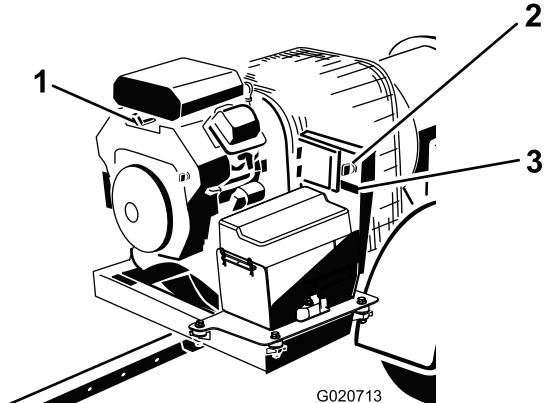

Figura 8
L'interruttore di accensione (Figura 8), utilizzato per avviare e arrestare il motore, presenta tre posizioni: OFF, RUN e START (spento, marcia e avvio). Girate la chiave in senso orario, in posizione di avvio (START), per azionare il motorino di avviamento. Rilasciate la chiave una volta avviato il motore. La chiave ritorna automaticamente in posizione di marcia (ON). Per
Per avviare un motore a freddo, spostare la leva di comando dello starter (Figura 8) in posizione ON.
Il contaore (Figura 8) indica le ore totali di funzionamento della macchina.